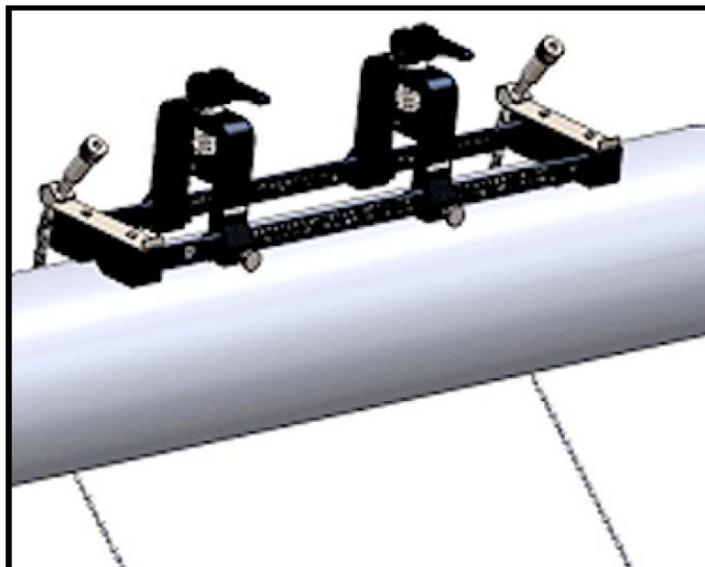

Рис. 11: Крепление установлено сверху трубы
4. Установите крепежное приспособление сверху трубы так, чтобы для удерживания этого положения во время установки требовалось минимальное усилие (см. Рис.11 ниже).